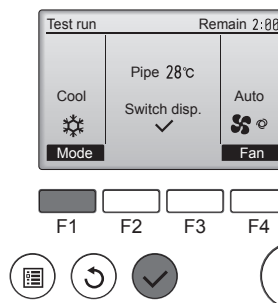

Fig. 8-3
- ① Pritisnite gumb [F1] da biste promijenili način rada. (Fig. 8-3)